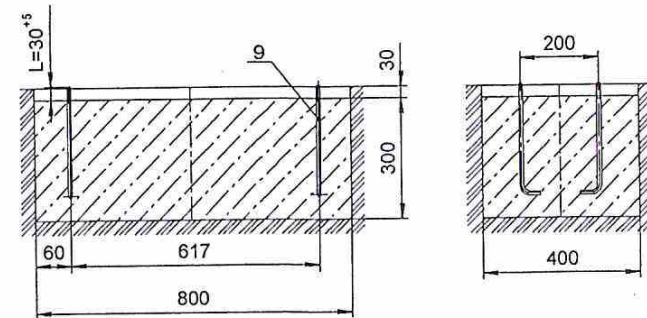

Рис.2
• Установить в приямок болты анкерные (поз.50) по размерам на рис.2. Произвести заливку приямка бетоном. Поверхность бетона выровнять горизонтально по уровню.